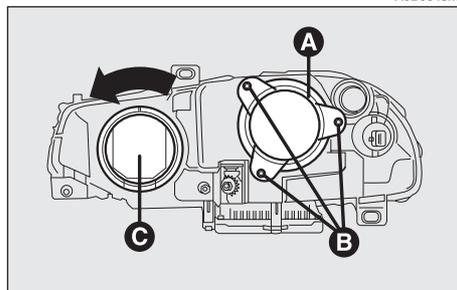
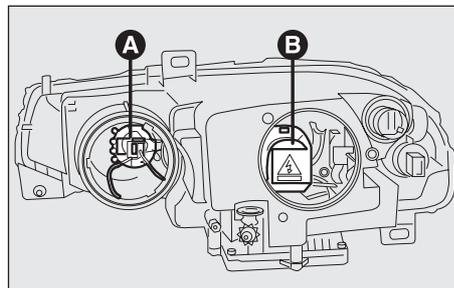
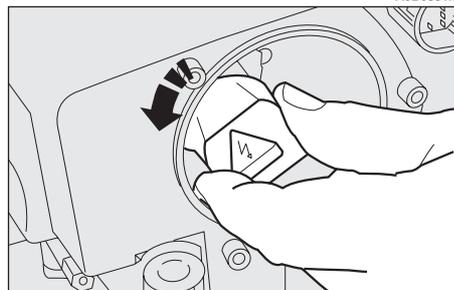

fig. 23
fig. 24
fig. 25
— Svitare le tre viti di fissaggio (B-fig. 23) e rimuovere il coperchio (A) di protezione.
— Ruotare il connettore (B-fig.24) della lampada allo xenon di un quarto di giro in senso antiorario, come indicato in (fig. 25) e sfilarlo.
– Rimontare correttamente il coperchio di protezione (**A-fig. 23**).
– Ruotare in senso antiorario il coperchio (**C-fig. 23**) di protezione, risulta in tal modo possibile accedere alla lampada luci abbaglianti (**A-fig. 24**).
– Rimontare correttamente il coperchio di protezione (**C-fig. 23**).
- Ruotare in senso antiorario il coperchio (**C-fig. 23**) di protezione, risulta in tal modo possibile accedere alla lampada luci di posizione.
- Rimontare correttamente il coperchio di protezione (**C-fig. 23**).